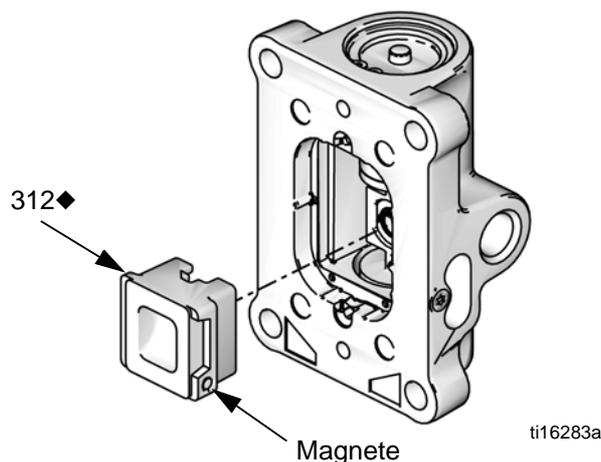

FIG. 11. Installazione della coppa della valvola pneumatica
7. Installare la molla (311♦). Lubrificare e installare la coppa della valvola pneumatica (312♦), vedere FIG. 11. Allineare la piccola calamita rotonda con l'ingresso dell'aria.